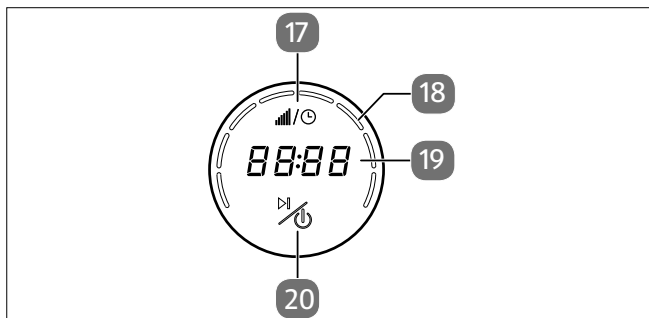

Abb. 4 – Bedienelemente/Anzeigefeld
3. Geschwindigkeitsregler (Drehen)/Bedienelemente/Anzeigefeld (siehe Abb. 4)